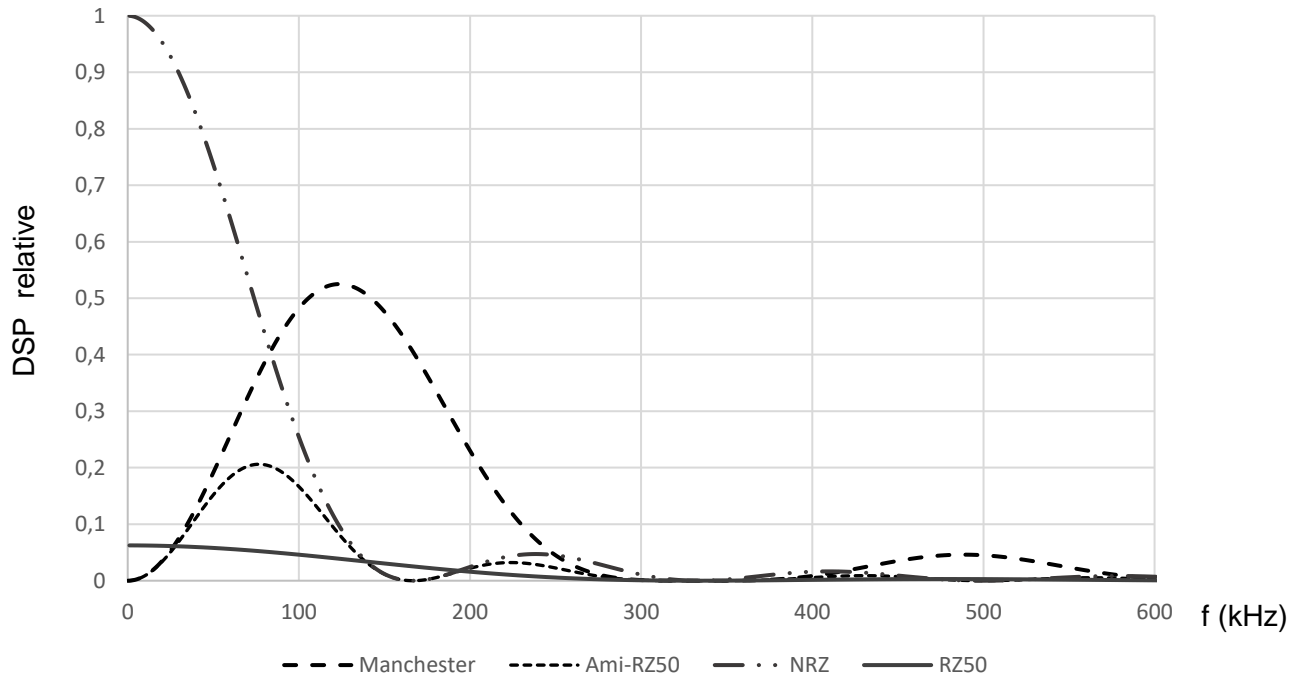

Figure 6 – Densités spectrales de puissance normalisées
Les densités spectrales de puissance normalisées (DSP) pour différents codes sont représentées figure 6.
- Q51.** Citer un inconvénient du codage Manchester par rapport aux autres codages présentés figure 6.